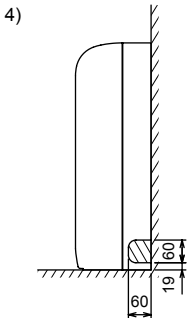

Fig. 3-10
4) Pour la tuyauterie cote droit (Fig. 3-10)